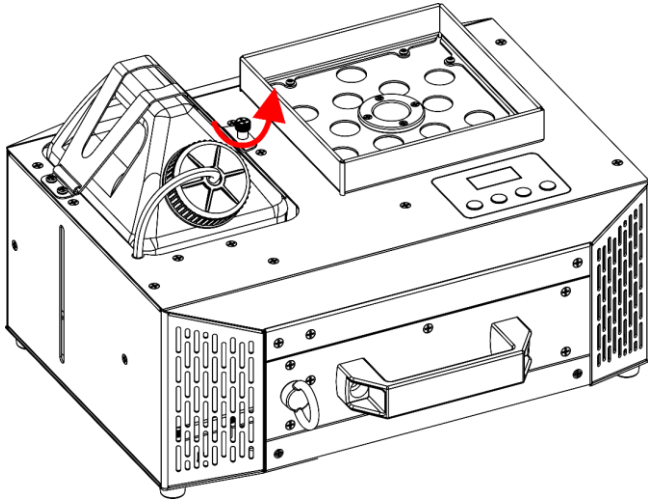

Fig. 38
- 02) Desatornille el **tornillo de seguridad del soporte del depósito (04)**, como se muestra en la Fig. 38.